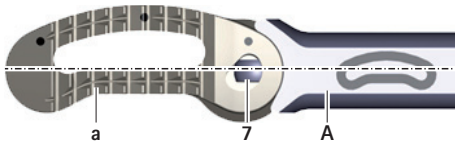

Рис. 8 Рабочий имплантат в положении 0°
- ▶ Удерживать тестовый имплантат D в положении 0° на установочном инструменте A, см. Рис. 8.
- ▶ Удерживать рабочий имплантат в положении 0°, см. Рис. 8.